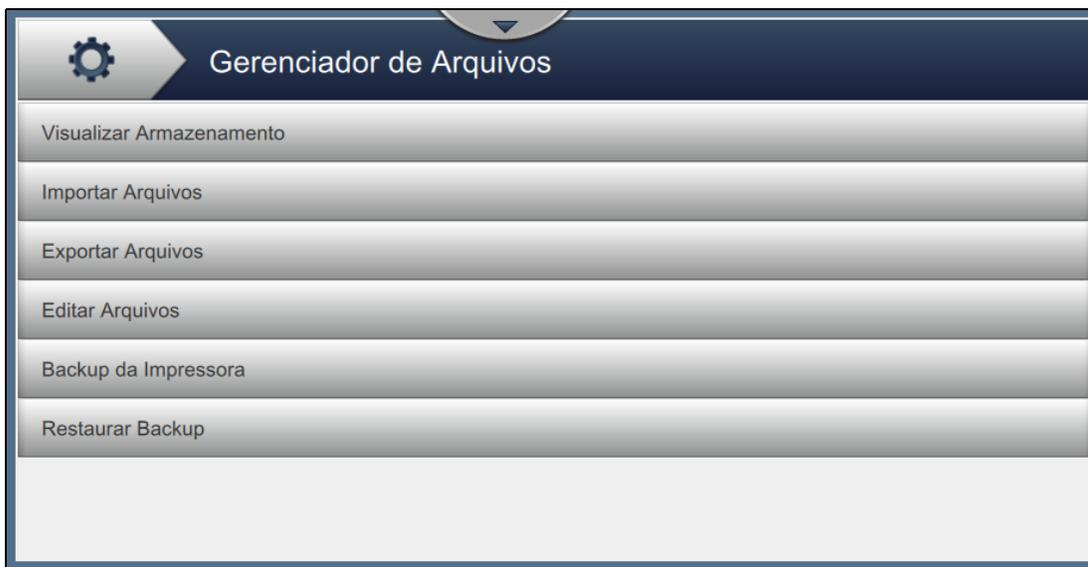

Figura 6-6: Gerenciador de arquivos
1. Toque no botão  na tela Ferramentas. A tela Gerenciador de arquivos é aberta, como mostra a Figura 6-6.